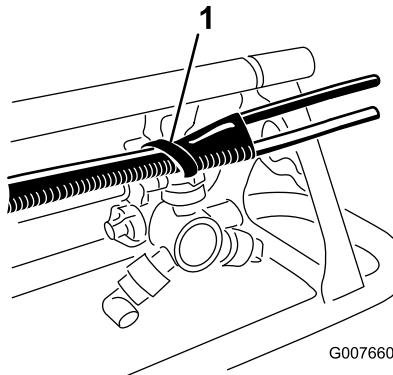

图8
- B. 将软管末端对齐上撑杆的末端。使用塑料扎带将泡沫软管固定到支柱的孔中 (图8)。